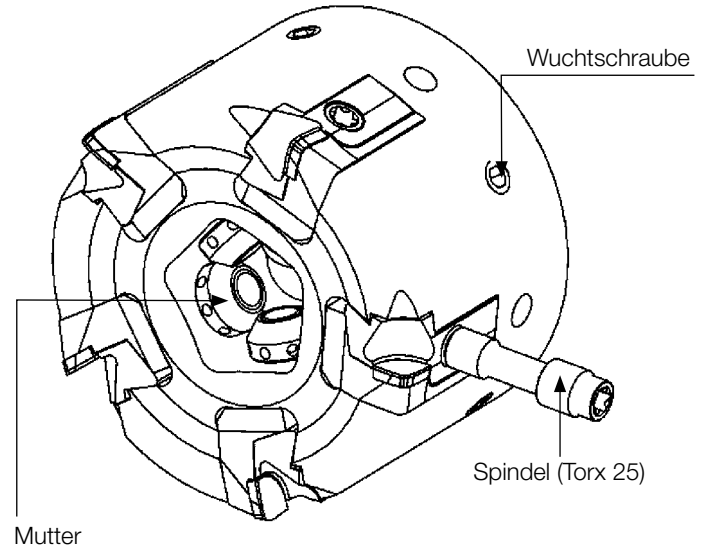
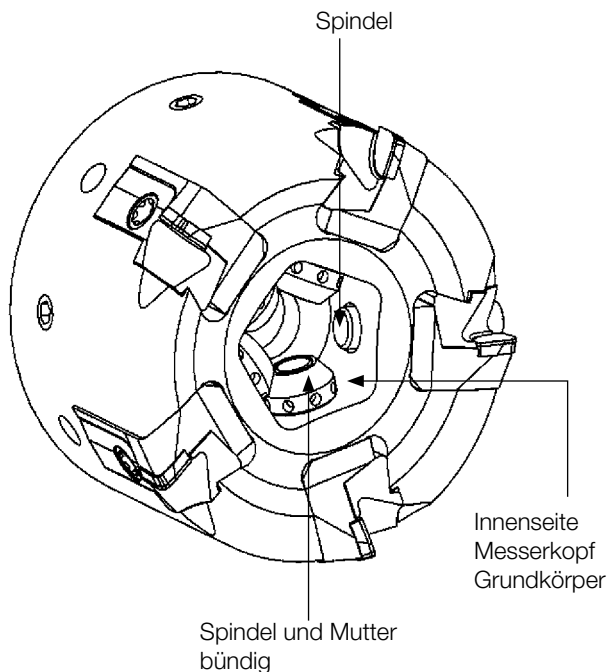

ABB. 4
ABB. 5
- Spindel (beide Gewinde mit Molykote® Montagepaste G-N Plus leicht fetten) von der Außenseite aus linksdrehend in den Spannkeil einschrauben (Abb. 4), bis die Spindel auf der Innenseite des Fräskopfgrundkörpers ca. 2 Gewindegänge hineinragt (Abb. 5). Auf diesen Gewindegang die Mutter aufsetzen und durch Rechtsdrehen der Spindel die Mutter auffädeln. Nun die Spindel linksdrehend weiter einschrauben, dabei die Mutter laufend rechtsdrehend nachsetzen (auf die Spindel aufschrauben), bis die Spindel zur Mitte hin bündig mit der Mutter ist (das Nachsetzen der Mutter kann über die Bohrungen am Außendurchmesser der Mutter mit Hilfe eines kleinen Stift-Schlüssels oder Ähnlichem erleichtert werden).